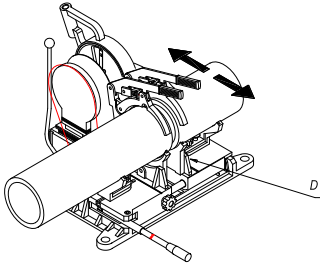

Fig. 8
- Avvicinare le teste dei tubi e controllarne l'allineamento, eventualmente allentare la vite di bloccaggio della morsa destra e allinearli (**fig. 8**).
- Après retrait par pivotement du rabot, contrôler la parallélité et le désalignement des surfaces à souder en les appliquant l'une contre l'autre. Si nécessaire régler avec le vis sur la mâchoire droite. (**Fig. 8**).